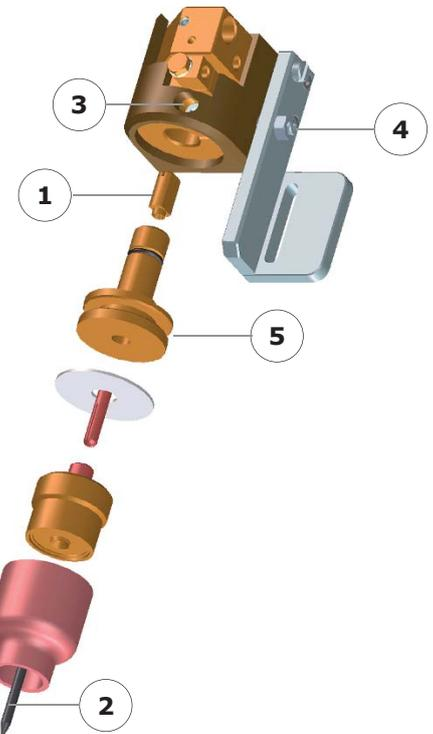

Abb. 5.6. – Elektrodenwechsel bei einem Schweißbrenner mit Gaslinseneinsatz
- Die Spitzschraube (Abb. 5.6 - Index 4) lösen und den Brenner um 90° drehen, dann kann der Gaslinseneinsatz ohne Abbauen des Schweißkopfes gewechselt werden.
- Den Gaslinseneinsatz durch Lockern der Halteschraube (Abb. 5.6 - Index 3) lösen.
- Die Schraube (Abb. 5.6 - Index 1) an der Rückseite des Gaslinseneinsatzes lösen.
- Die Elektrode (Abb. 5.6 - Index 2) herausziehen und ersetzen.
- Den Elektrodenüberstand einstellen (vgl. Kapitel 5.4.2 „Einstellen des Elektrodenüberstandes“) und die Spitzschraube (Abb. 5.6 - Index 4) wieder festziehen.
- Die Baugruppe wieder einsetzen und durch Festziehen der Halteschraube (Abb. 5.6 - Index 3) fixieren.
- Wenn nötig den Brenner um 90° in seine Ausgangslage zurückdrehen und die Spitzschraube (Abb. 5.6 - Index 4) festziehen.